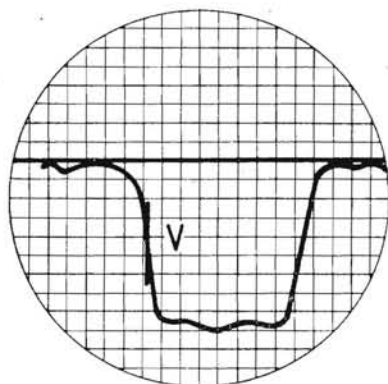

Fig. 10.25. - Curva di allineamento RF.
7) Regolare il compensatore in parallelo a quello di sintonia fine in modo da portare il segnale del marker V (portante video) al 50% dell'ampiezza della curva di risposta, dal lato frequenza alta del generatore (fig. 10.25).